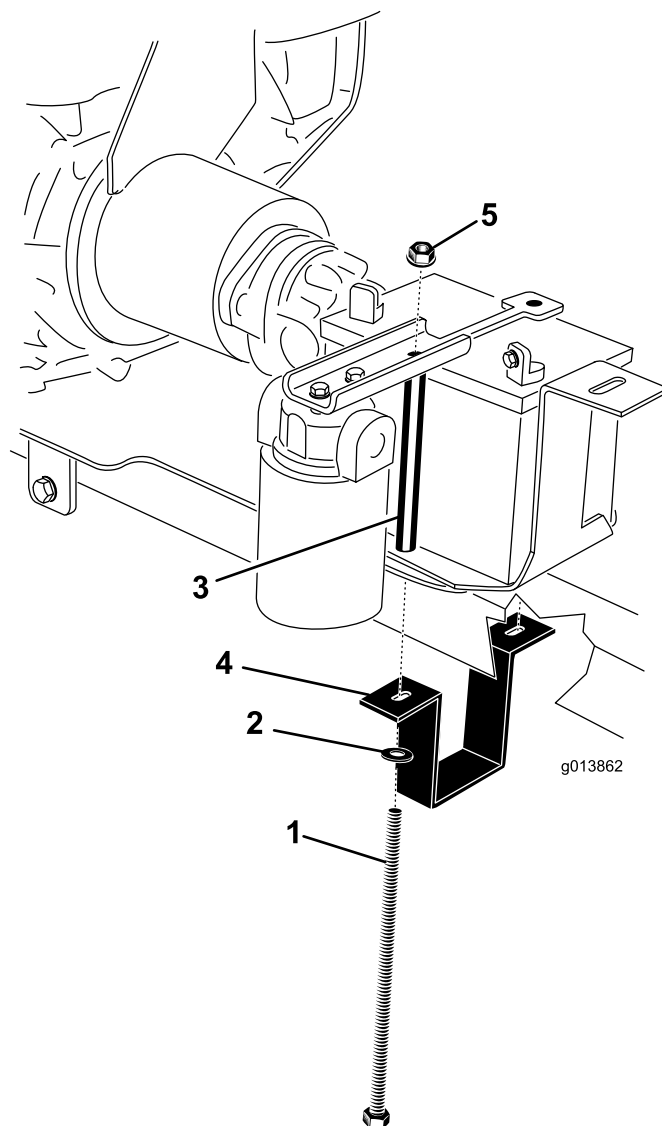

Figura 8
1. Tubo dell'attacco di traino 2. Bulloni di fissaggio (2)
21. Regolate la staffa di montaggio motore in modo che sia vicina all'attacco di traino. Serrate a fondo i due bulloni fissando le staffe di montaggio del motore alla piastra di montaggio del motore (Figura 8).
22. Controllate che la piastra di montaggio motore sia a livello e serrate completamente i (2) bulloni da 1/2 x 5 pollici attraverso i fori inferiori della staffa di montaggio motore.
23. Posizionate la batteria sul vassoio della batteria, sistemando i terminali come descritto in Figura 8.
24. Posizionate la tenuta della batteria sulla batteria (Figura 8).
25. Tenete la cinghia di montaggio della batteria attorno alla parte inferiore del tubo di attacco (Figura 8).
26. Sul lato destro, inserite un bullone della batteria attraverso rondella, cinghia di tenuta della batteria, piastra di montaggio motore, vassoio batteria e tenuta. Installate senza serrare un dado flangiato (Figura 8).
27. Sul lato sinistro, inserite un bullone della batteria attraverso rondella, cinghia di tenuta della batteria, piastra di montaggio motore, vassoio batteria, tubolare batteria e tenuta. Installate senza serrare un dado flangiato (Figura 8).